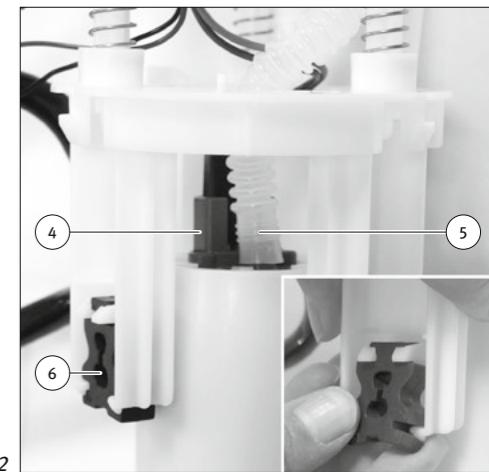

Abb. 2/Fig. 2/Puc. 2/图2
- Retirer les 3 tampons en caoutchouc (6) de leurs tenons (Voir → Figure 2) et les conserver avec précaution.
- Placer la nouvelle pompe à carburant avec le filtre d'aspiration installé et les branchements électriques (7) dans le couvercle (8).